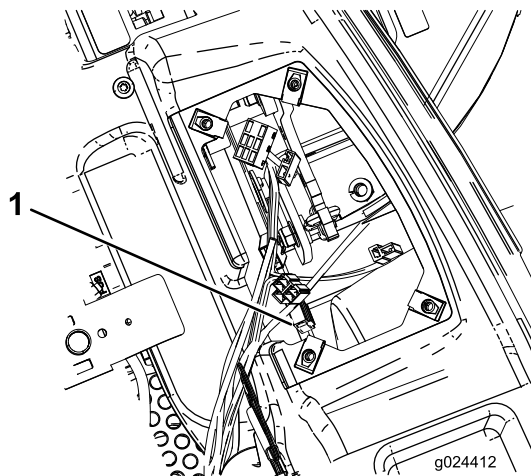

Figura 55
3. Afferrate il fusibile del motore ed estraetelo diritto dal portafusibili (Figura 55).